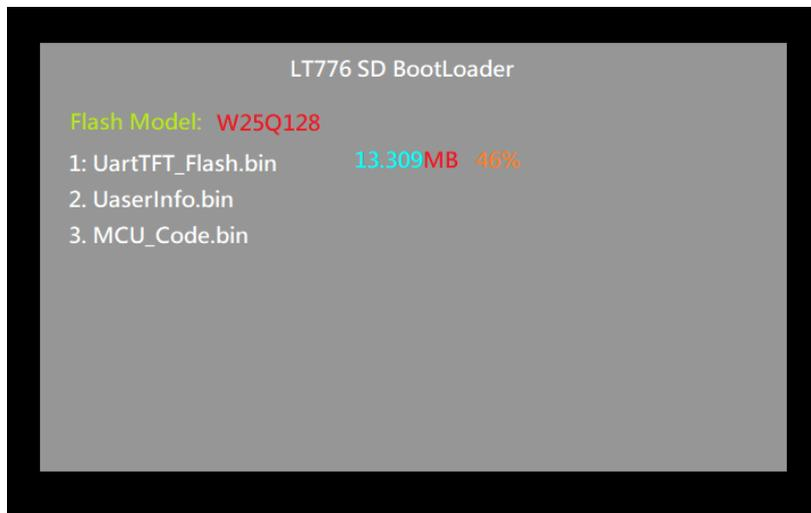

图 1-12: 以 SD Card 进行更新中
**注意 3:** 更新 Bin 档期间不得关闭电源或是做复位动作, 否则将可能造成串口屏 MCU 程序失效及无法再度更新。如果使用 SD 卡/U 盘无法更新或是不会进入图 1-12 的更新画面, 请与本公司联系。